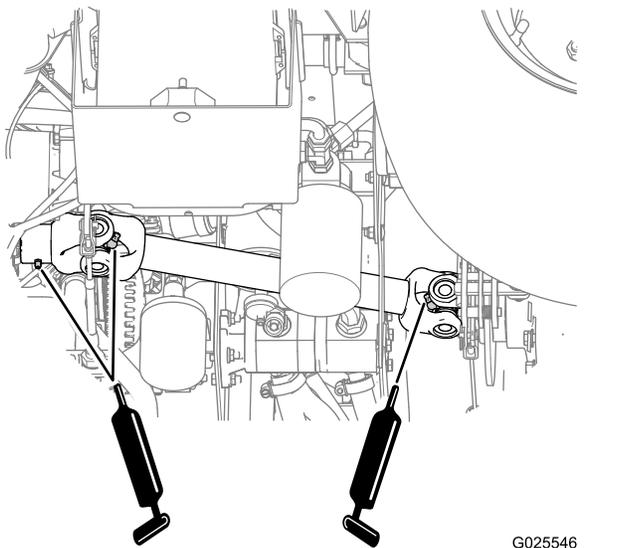

Figura 49
- **Juntas em U do eixo de transmissão** (2); consulte Figura 49
- **Culatra deslizante** (1); consulte Figura 49